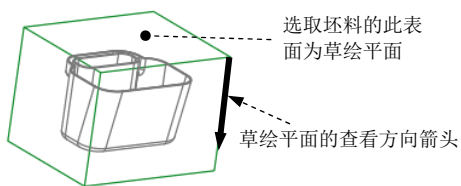

图 4.9 设置草绘平面
(1) 定义“束子”特征的轮廓。
① 在“裙边曲面”对话框中双击 **ShutOff Ext (关闭扩展)** 元素。
② 系统弹出 **SHUTOFF EXT (关闭延伸)** 菜单，选择该菜单中的 **Boundary (边界)**  **Sketch (草绘)** 命令。
③ 设置草绘平面。在 **SETUP SK PLN (设置草绘平面)** 菜单中选择 **Setup New (新设置)** 命令，选择图 4.9 所示的坯料表面为草绘平面；选择 **Okay (确定)** 命令，接受该图中的箭头方向为草绘平面的查看方向（单击 **Flip (反向)** 按钮，调整箭头方向如图 4.9 所示）；在“草绘视图”菜单中选择 **Default (默认)** 命令。
④ 绘制“束子”轮廓。进入草绘环境后，选取 **MOLD_FRONT** 和 **MOLD_RIGHT** 基准